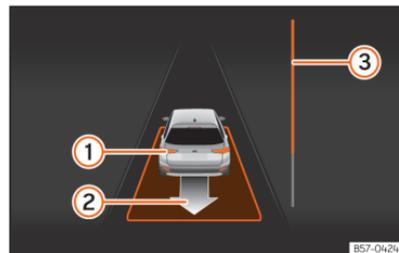

Fig. 127 No ecrã do painel de instrumentos: sair do estacionamento de um lugar em paralelo.
• Retroceda até soar o sinal contínuo do ParkPilot; **OU:** faça marcha-atrás até aparecer a indicação de fazer marcha à frente no ecrã do painel de instrumentos. A barra de progresso **>>>** **Fig. 127** **3** indica a distância a percorrer .